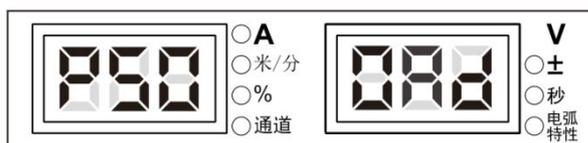

图3-44 型号显示界面
2. 按**执行**键确认后，数码管显示焊接电源型号，如图 3-44 所示。